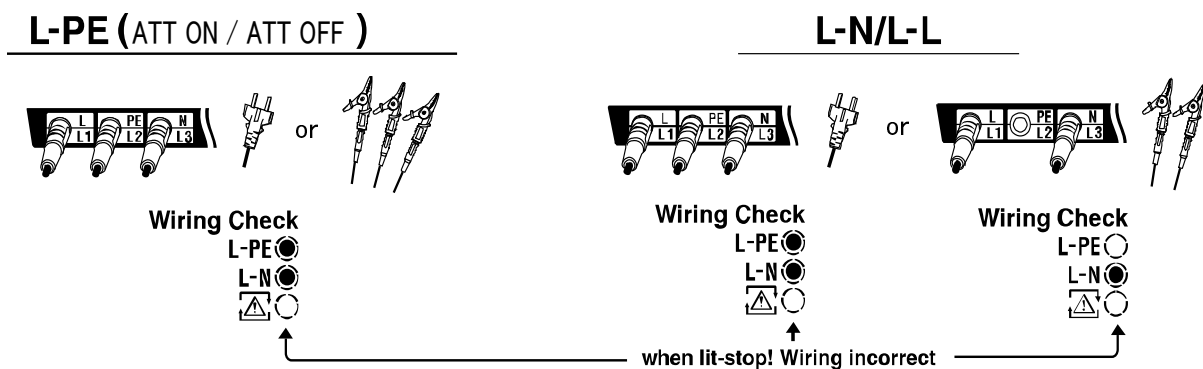

Fig.7-6
(2) Verbind het meetsnoer met het instrument. (Fig.7-6)
Na aansluiting, controleren of de symbolen voor bedradingscontrole op het display aangeduid zijn zoals op Fig.7-6 alvorens de testtoets in te drukken.
Als de status van de symbolen verschilt van deze op Fig.7-6 of als het symbool  op het display verschijnt, STOP DAN MET TESTEN, DE BEDRADING IS FOUTIEF. De fout moet gezocht en rechtgezet worden.